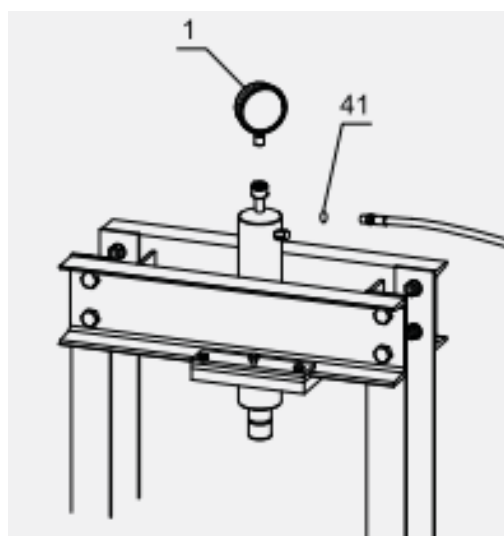

Рисунок 6.
6.. Смонтируйте манометр (1) и гидравлический шланг к цилиндру, используя уплотнительное кольцо (41). См. Рисунок 6,.